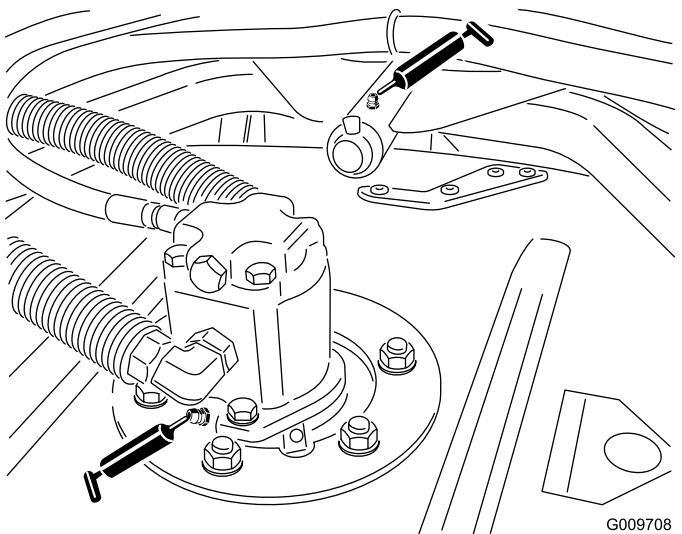

図 24
- カッティングユニットのスピンドルシャフトのベアリング各カッティングユニットに1ヶ所 図 24
- カッティングユニットのキャリアアームのブッシュ各カッティングユニットに1ヶ所 図 24